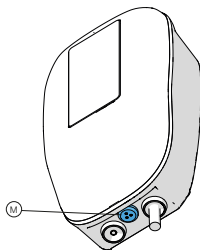

Fig. 3b
- for **Dazebox Home S and T**, as shown in Figure 3b, 3c, 4b, 4c, the shielded power cable passes through a membrane cable gland hole (M).
- pour **Dazebox Home S et T**, tel que représenté dans les Figures 3b, 3c, 4b, 4c, le câble d'alimentation blindé passe par un trou de presse-étoupe à membrane (M).